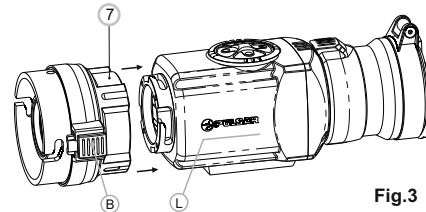

Fig.3
- Localisez l'oculaire d'attache de sorte que le verrou (B) soit parallèle au logo Pulsar (L) sur le corps de l'appareil (Fig.3).
- Insérez l'oculaire d'attache dans le corps de l'appareil jusqu'à la butée et fixez-le en tournant la bague de verrouillage (7) de l'adaptateur de type bayonnette dans le sens horaire.